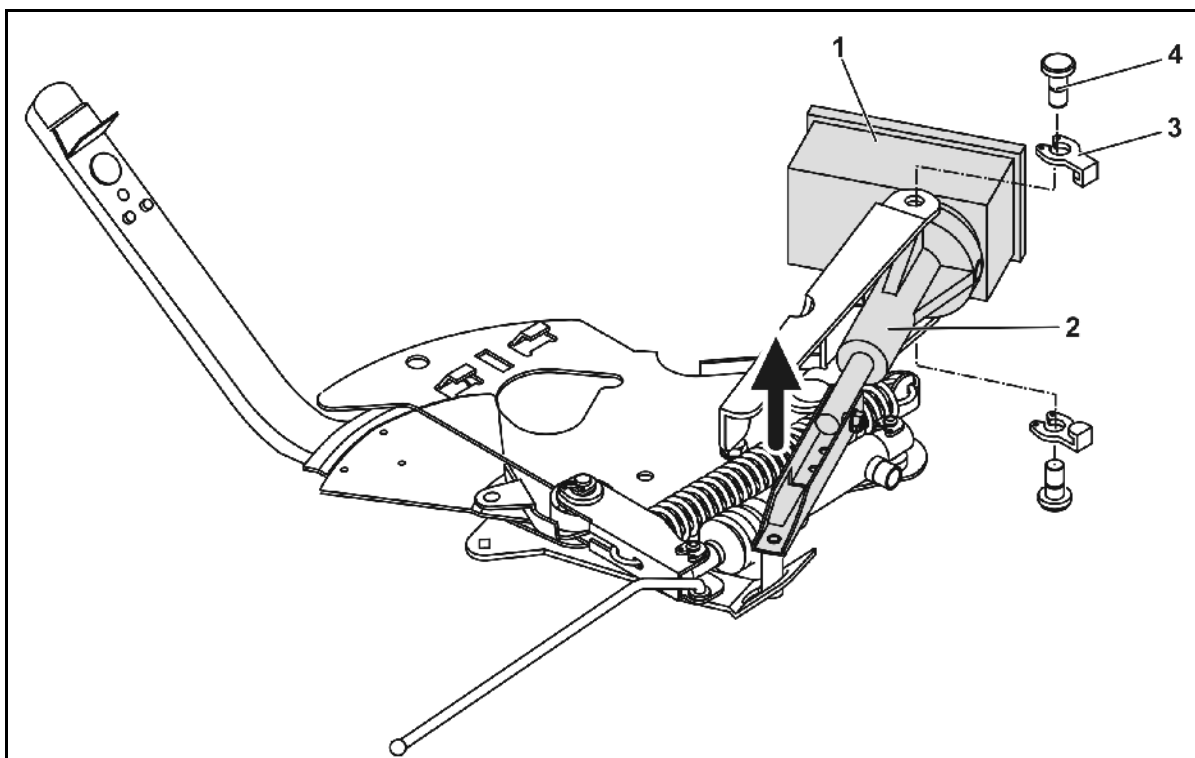

Fig. 82
1. Retirar ambos clips de seguridad (Fig. 82/3) con unas tenazas.
2. Extraer los pernos de articulación (Fig. 82/4).
3. Extraer el servomotor (Fig. 82/1) de la consola del motor.
4. Levantar el servomotor y desenganchar la barra de empuje (Fig. 82/2) de la conexión de la corredera de dosificación.
Asegurar la barra de empuje (Fig. 82/2) desenganchada para evitar que se desplace a la zona de trabajo del cilindro hidráulico.